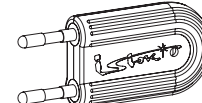

Рис. 2. СРЕДСТВО КОНТРОЛЯ
- 1.7. В комплект поставки УСТРОЙСТВА может входить средство контроля зоны функционирования (имитатор искрения) – УЗДП-ск-001 (далее – СРЕДСТВО КОНТРОЛЯ), выполненное (рис.2) в виде вилки и вставляемое в стандартные розетки, находящиеся в составе защищаемой цепи. Информация о комплектации УСТРОЙСТВА СРЕДСТВОМ КОНТРОЛЯ УЗДП-ск-001 отражается в Свидетельстве об упаковке (п.14).